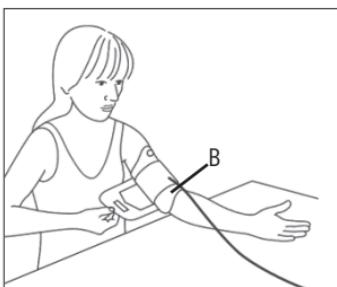

Fig. 2
- A reentrância anatómica B (ver Fig. 2) da braçadeira, em frente à pega da braçadeira, deve ficar apoiada na dobradura do braço. O tubo deve ficar apoiado no meio da dobradura do braço, na direção da mão.